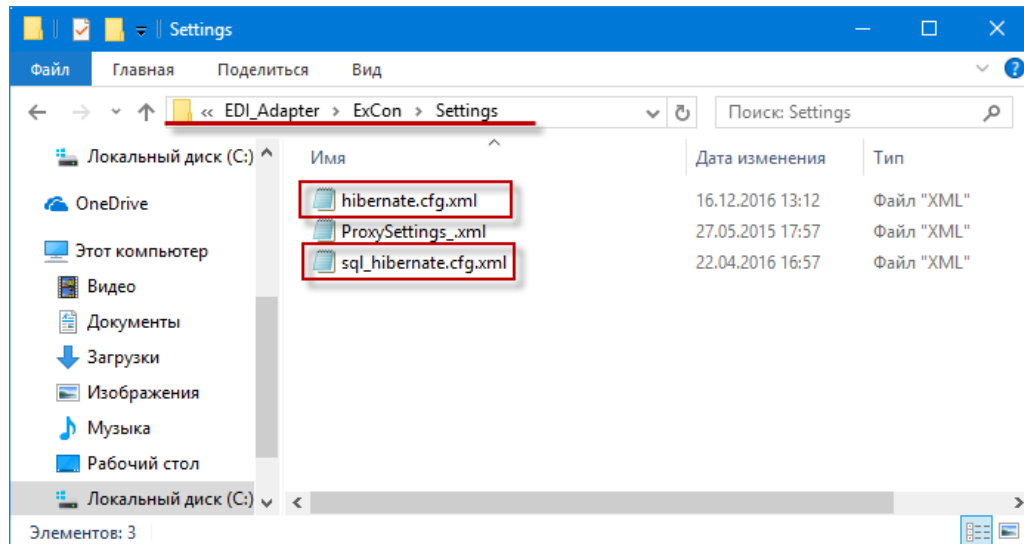

Рисунок 20 – Файлы hibernate.cfg.xml и sql_hibernate.cfg.xml
- 6.2. В распакованном каталоге с адаптером... \ExCon\Settings удалите файл hibernate.cfg.xml, переименуйте файл sql_hibernate.cfg.xml в hibernate.cfg.xml (рис. 20).